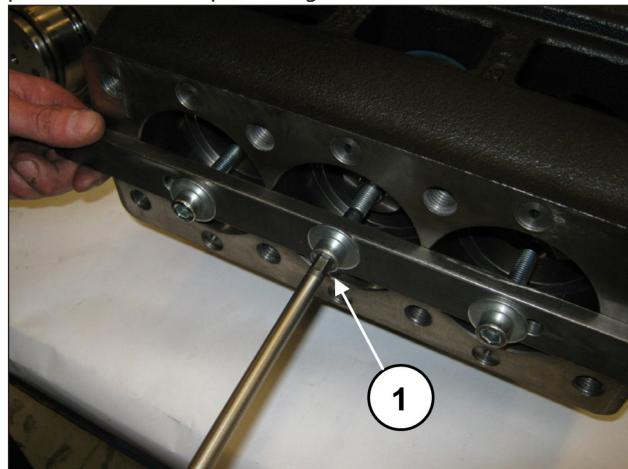
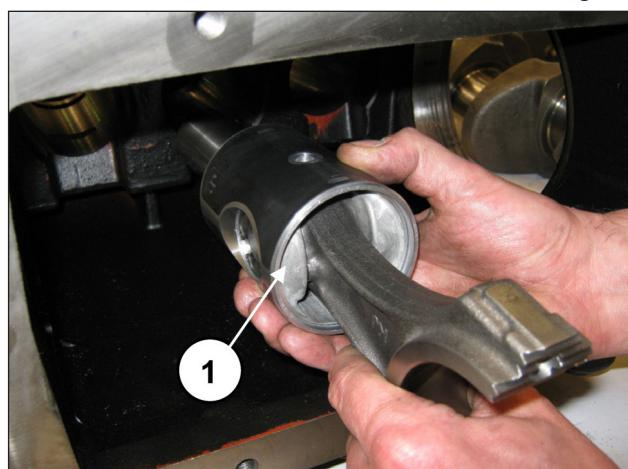

Fig. 32
Fig. 33
Aflojar los tornillos de la herramienta cód. 27566200 para desbloquear las bielas (pos. ①, Fig. 32) y, a continuación, extraer los grupos biela-guía del pistón por la abertura posterior del cárter (pos. ①, Fig. 33).
Comprobar que el cárter esté limpio e introducir el grupo semibiela-guía pistón dentro de las levas del cárter (pos. ①, Fig. 33).
Bloquear los tres grupos con la herramienta cód. 27566200, (pos. ①, Fig. 32).
Desmontar la herramienta que bloquea las bielas cód. 27566200, (pos. ①, Fig. 32).